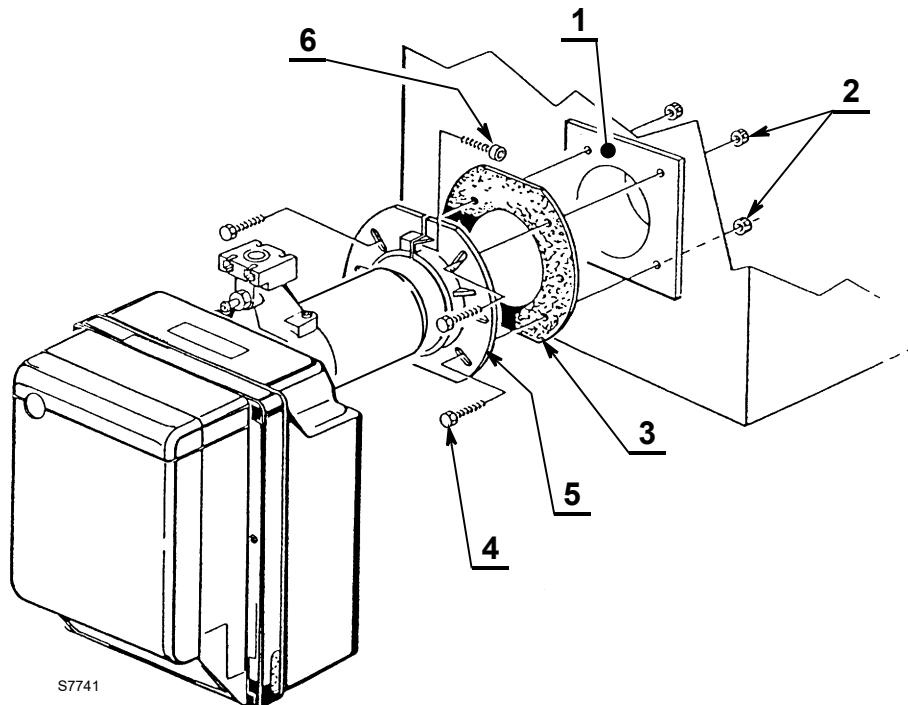

Abb. 12
- Mit den Schrauben 4) und (falls erforderlich) den Muttern 2) den Flansch 5)(Abb. 12) an der Kesseltür 1)(Abb. 12) mit der Isolierdichtung 3) montieren, aber eine der beiden oberen Schrauben 4)(Abb. 12) locker halten.
- Den Flammkopf des Brenners in den Flansch 5)(Abb. 12) einsetzen, den Flansch mit der Schraube 6) festziehen, dann die locker gebliebene Schraube 4)(Abb. 12) festziehen.